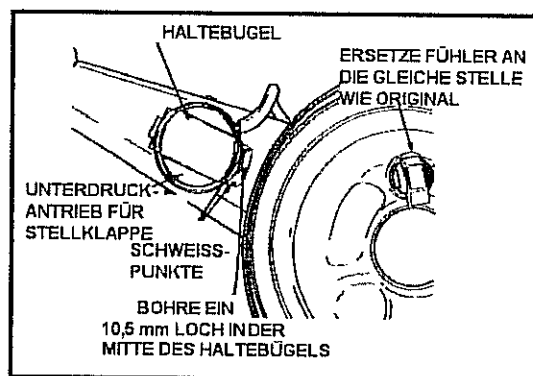

Abb. 4-15 Unterdruckantrieb für Stellklappe
- Zwei Schweißpunkte durch Anbohren entfernen. Siehe Abb. 4-15. Beim Anbohren zuerst einen 1,6 mm Bohrer verwenden, danach größere Bohrer wählen, bis die Blechhalterung der Unterdruckdose abgelöst ist. Beschädigung beim Ablösen der Blechhalterung vermeiden.